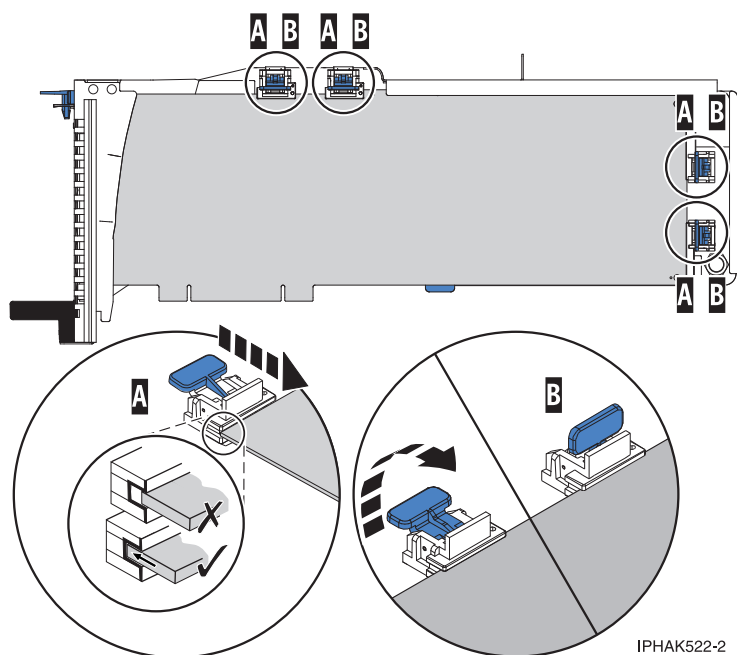

図 119. PCIe アダプター・カセットへのフルサイズのアダプターの取り付け
- 2) 117 ページの図 119 に示すように、アダプター保持器具クリップが水平位置 (A) にある場合、アダプター保持器具はロック解除されており、アダプターの方向へスライドさせることができます。
- e. アダプター保持器具をアダプターの方向へスライドさせ、保持器具 (B) を押して垂直位置にしてロックします。117 ページの図 119 を参照してください。